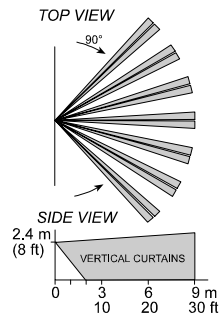

图2. 覆盖范围
**最大覆盖范围:** 9 x 9 m (30 x 30 ft) / 90° (见图2).